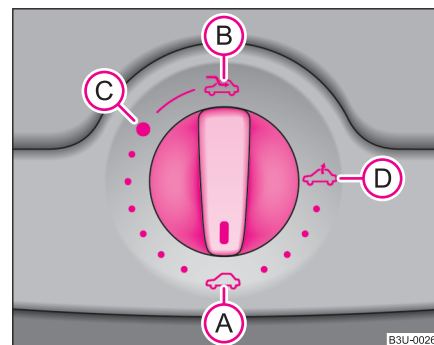

Fig. 30 Comutator rotativ pentru trapa/plafonul glisant electric
Trapa/plafonul glisant se poate deschide și închide când contactul este pus, de la comutatorul rotativ ⇒ fig. 30. Comutatorul rotativ are mai multe poziții.
- Rotiți comutatorul în poziția **(C)** ⇒ pagina 43, fig. 30.
- Rotiți comutatorul în poziția **(A)** ⇒ pagina 43, fig. 30.
fără activarea protecției la suprasolicitare apăsând comutatorul în poziția **(A)** ⇒ pagina 43, fig. 30 în față sau în spate, până când trapa se închide complet ⇒ .
După fiecare acționare de urgență (cu cheia hexagonală) trapa trebuie adusă în poziția de bază. De aceea trebuie să amplasați comutatorul în poziția **(A)** ⇒ pagina 43, fig. 30 și să îl apăsați cca. 10 secunde. ■